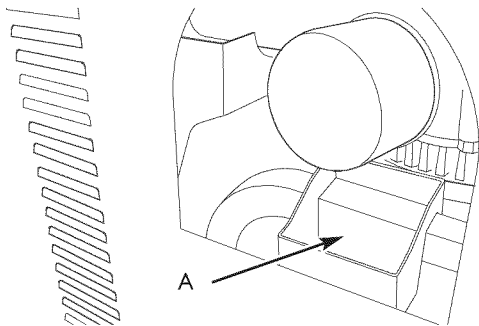

Figure 16 — Changement du filtre à l'huile avec le bac de vidange d'huile
- Placez le bac de vidange d'huile sur la tuyauterie et faites-le glisser sous le filtre à huile (Figure 16).